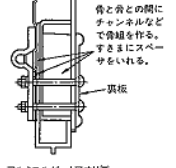

図15
- ロ. アルミコルゲートアオリ戸の場合は、骨と骨の間にチャンネル等で骨組みを作り、隙間にスペーサを挿入して下さい(図15参照)。